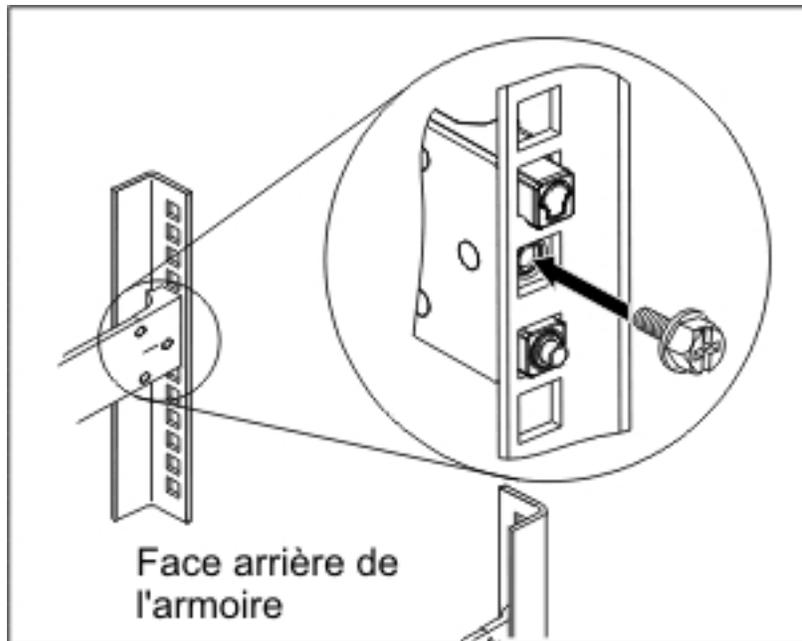

Figure 9. Pose du dispositif sur les glissières de l'armoire
4. Fixez les glissières dans l'armoire en procédant comme indiqué dans la figure 9, à la page 20: